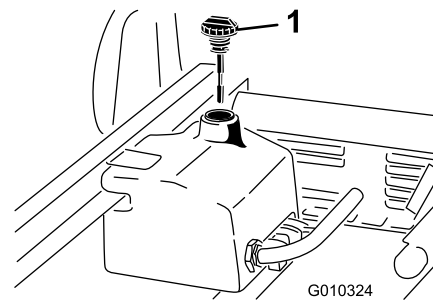

Figure 72
4. Nettoyez la surface autour du goulot et du bouchon de remplissage du réservoir hydraulique (Figure 72).
6. Sortez la jauge (Figure 72) du goulot de remplissage et essuyez-la sur un chiffon propre.